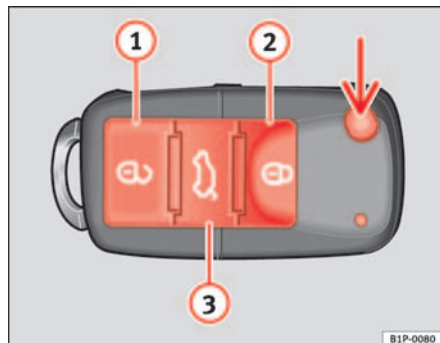
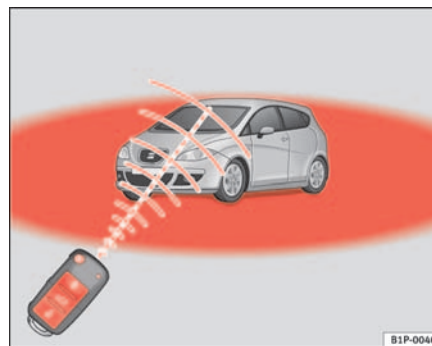

Abb. 64 Tastenbelegung Funkschlüssel
Abb. 65 Wirkungsbereich der Funk-Fernbedienung
Mit der Taste $\Rightarrow$ Abb. 64 (Pfeil) der Fernbedienung wird der Schlüsselbart ausgeklappt.
Fahrzeug entriegeln $\Rightarrow$ Abb. 64 ①.
Fahrzeug verriegeln $\Rightarrow$ Abb. 64 ②
Heckklappe entriegeln. Drücken Sie die Taste $\Rightarrow$ Abb. 64 ③, bis alle Blinkleuchten am Fahrzeug kurz aufleuchten. Nach Drücken der Entriegelungstaste $\Rightarrow$ ③ können Sie die Heckklappe innerhalb von 2 Minuten öffnen. Nach Ablauf dieser Zeit wird die Heckklappe wieder verriegelt.
Zudem blinkt die Batterie-Kontrollleuchte des Schlüssels $\Rightarrow$ Abb. 64 auf.
Bei einmaligem Drücken der Taste $\Rightarrow$ Abb. 64 ① wird nur die Fahrertür geöffnet. Alle anderen Türen bleiben verriegelt.
Bei zweimaligem Drücken der Taste  ⇒ Seite 100, Abb. 64  werden alle Türen entriegelt.
- Die Funk-Fernbedienung funktioniert nur, wenn Sie sich im Wirkungsbereich befinden ⇒ Seite 100, Abb. 65 (rote Fläche).
- Verwenden Sie die beiden Schlüssel, die mit dem Fahrzeug ausgehändigt werden, den Funkschlüssel und den normalen Schlüssel ⇒ Seite 100, Abb. 64 ⇒ Seite 100, Abb. 65.
- Verriegeln Sie das Fahrzeug mit dem Schlüssel mit Funk-Fernbedienung ⇒ Seite 100, Abb. 64 ⇒ Seite 100, Abb. 65 über das Schloss in der Fahrertür.